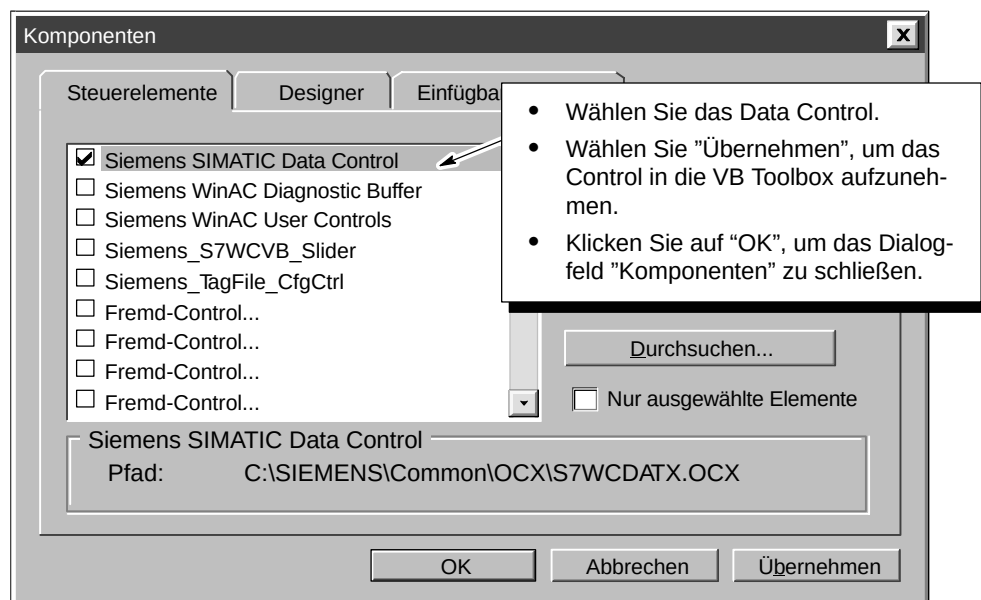

Bild 1-12 Aufnehmen des Data Control in die Visual Basic Toolbox
2. Nehmen Sie das Data Control in die VB Toolbox auf. Ausführliche Informationen zum Aufnehmen von Controls in die VB Toolbox entnehmen Sie dem Abschnitt 1.1 und dem Bild 1-12.